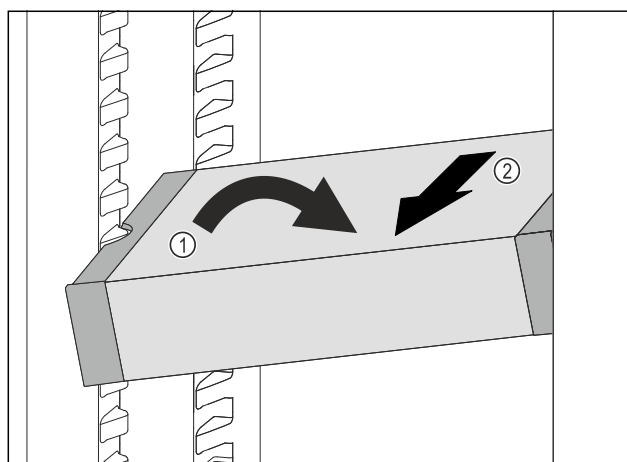

Fig. 66
- ▶ Наклонете VarioSafe в хладилната част. Fig. 66 (1)
- ▶ Извадете VarioSafe напред. Fig. 66 (2)